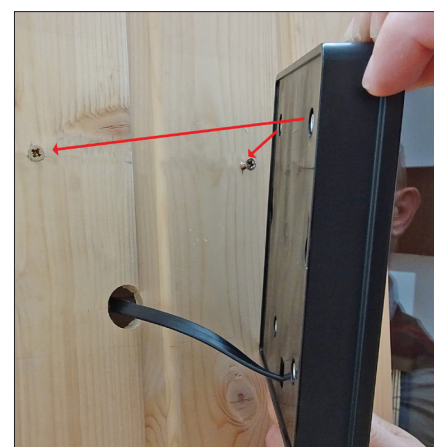

fig. 3
- V. Assicurare quindi l'unità di comando alle viti precedentemente applicate (fig. 3).